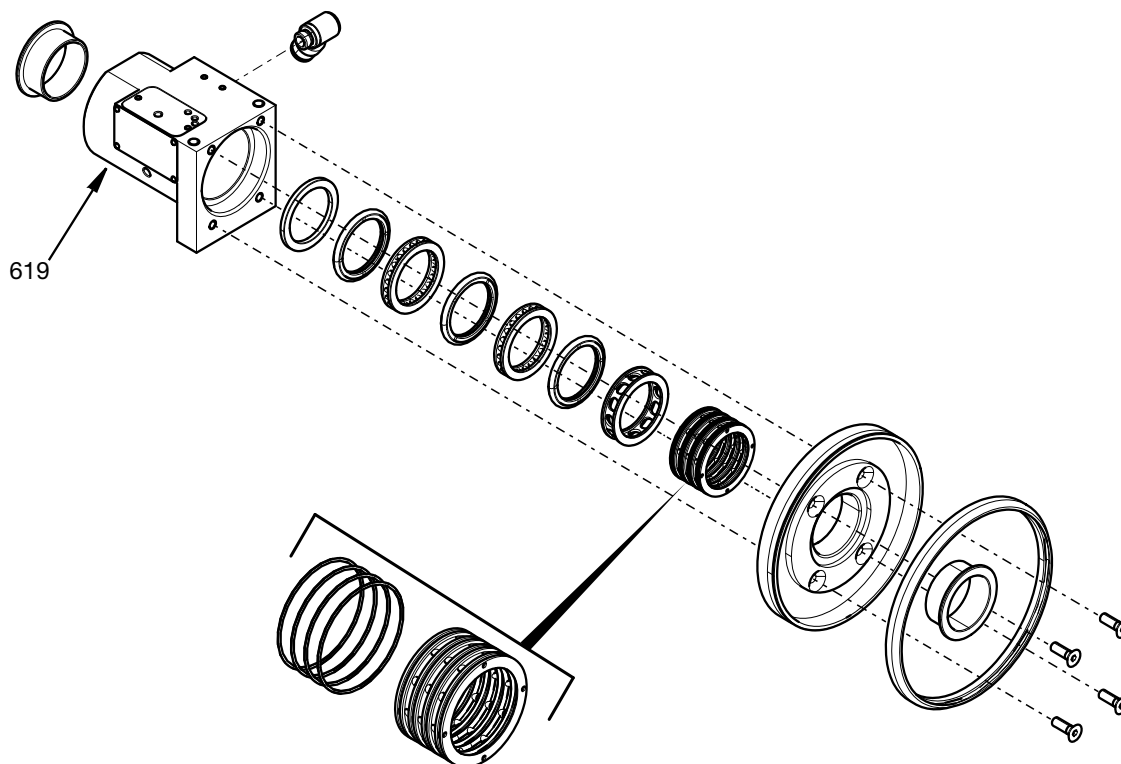

FIG. 19
11. Nu kan alla inre delar och tätningar tas bort från ledade huset (619). Alla inre packningar och tätningar bör bytas ut om ledade kammaren demonteras. Se FIG. 19.